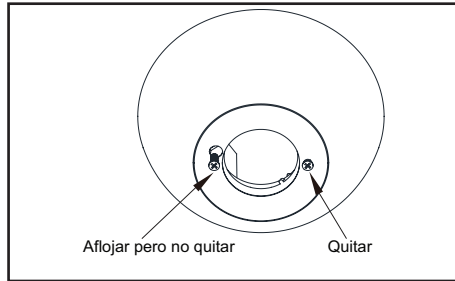

Figura 6
2. Quita el tornillo sin ranura y afloja, pero no quites, el tornillo con ranura. Esto te permitirá retirar de la cubierta el soporte de montaje (Figura 6)